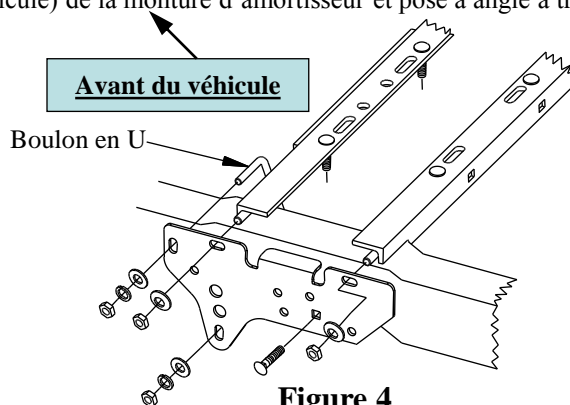

Figure 4
6. Utiliser le boulon en U fourni pour la fixation avant du support sur le cadre (voir la Figure 4). Placer le boulon en U depuis l'intérieur du cadre du véhicule, pointant vers le support d'attelage latéral. Du côté passager, le boulon en U doit être placé à l'avant (par rapport au véhicule) de la monture d'amortisseur et posé à angle à travers les fentes de montage du support d'attelage latéral.